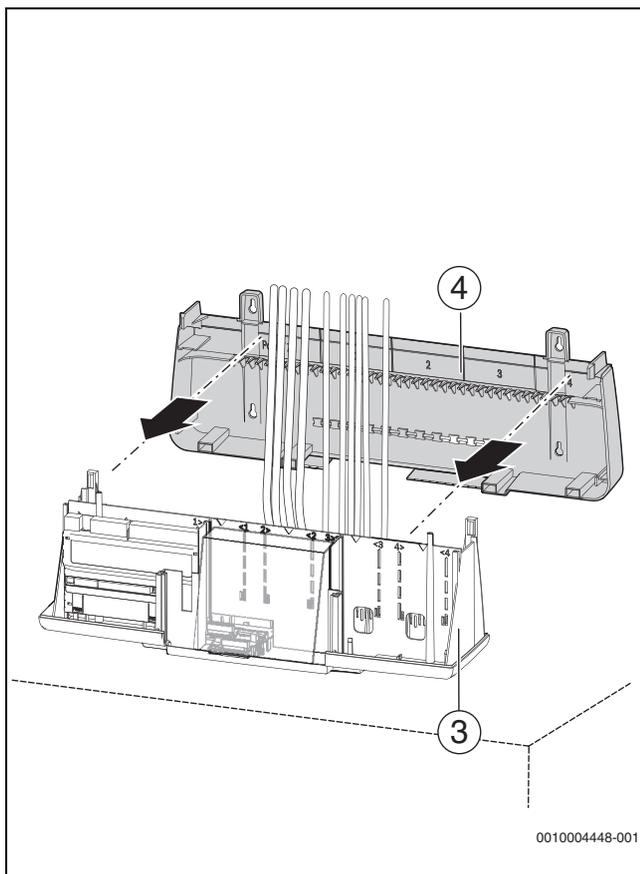

Bild 37 Rückwand am Gehäuseunterteil befestigen
- ▶ Rückwand (→ Bild 37, [4], Seite 35) am Gehäuseunterteil [3] befestigen.